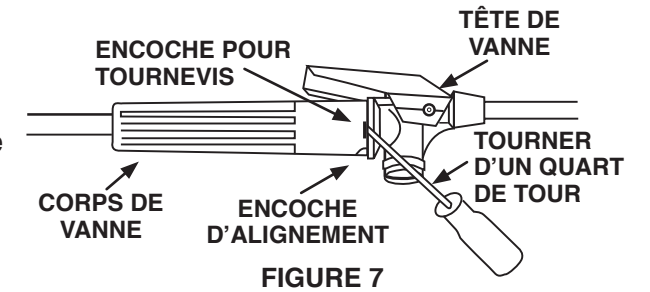

FIGURE 7
- Insérer la lame d'un petit tournevis dans l'encoche et tourner d'un quart de tour pour séparer le corps de la vanne de la tête de la vanne (figure 7).
- Aligner le corps de la vanne avec la tête de la vanne et les serrer fermement ensemble (figure 7).